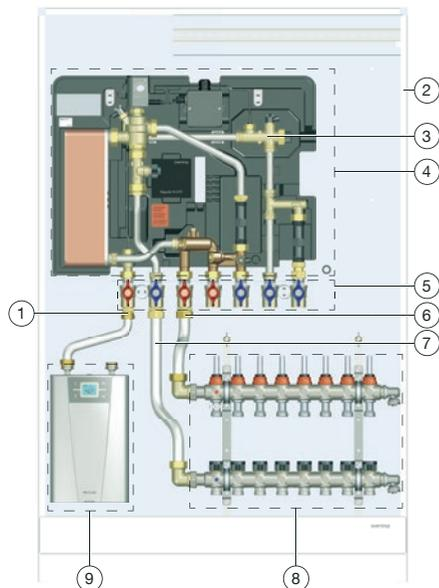

Fig. 2: Schéma d'installation
- ▶ Démontez le capteur de débit (voir position 3 sur la Fig. 2 en page 28).